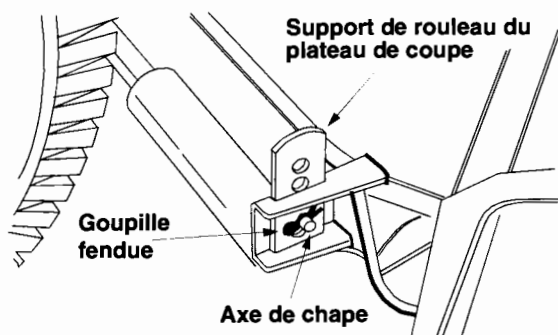

Figure 12
- Retirez les axes de chape et les goupilles-épingles des supports du rouleau du plateau de coupe sur la gauche et sur la droite du plateau de coupe. Voir la Figure 12.
- Relevez ou abaissez les supports du rouleau du plateau de coupe par les fentes sur l'arrière du plateau jusqu'à ce que vous obteniez la position voulue. Remplacez les axes de chape et les goupilles-épingles que vous venez d'enlever. Voir la Figure 12.